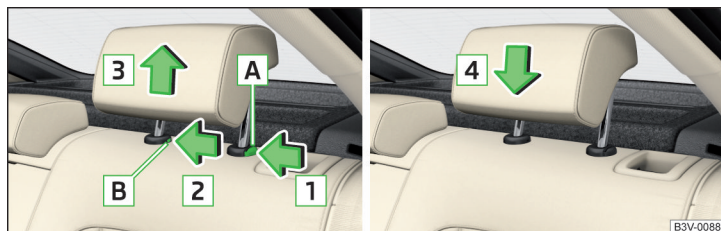

Fig. 98 Extraer / introducir el reposacabezas trasero
- ▶ Mantenga pulsada la tecla de seguridad **A** en sentido de la flecha **1**, presionando al mismo tiempo con un destornillador plano (con un ancho de 5 mm como máx.) la tecla del seguridad en el orificio **B** en sentido de la flecha **2** y retirar el reposacabezas en sentido de la flecha **3** » fig. 98.